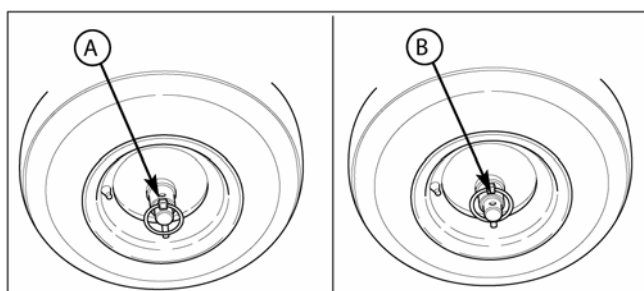

Рис. 11. Блокировка дифференциала
Для облегчения поворота, когда Вы толкаете машину без запуска двигателя, можно отключить правое колесо при помощи шплинта блокиратора дифференциала (рис. 11).
2. Чтобы отключить блокировку дифференциала, вставьте шплинт блокиратора (А, рис. 11) во внешнее отверстие правой оси. После этого машину можно откатить с минимальными усилиями в другое место.